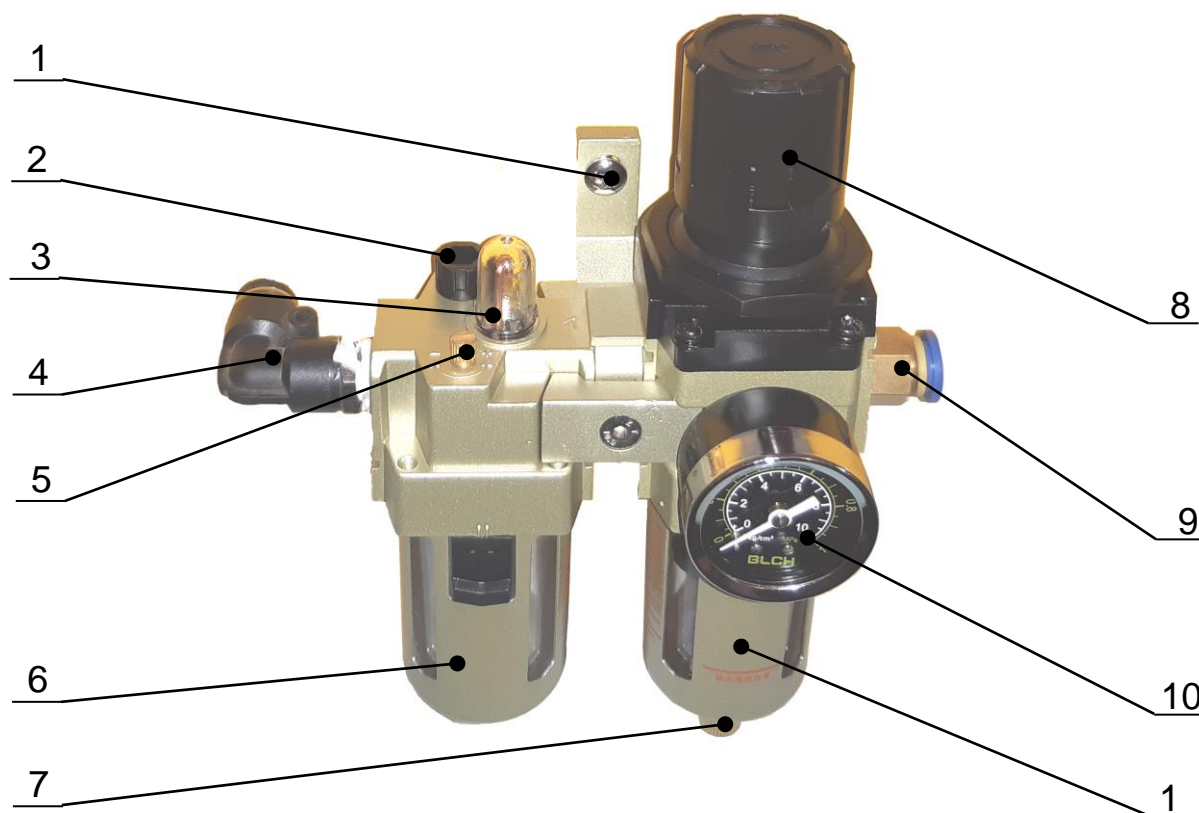

Рис. 2. Система воздухоподготовки
3. Пристыковать входной штуцер (поз. 9, рис. 2) к системе воздухоподготовки, используя специализированные уплотнительные нити или ленты (**не входят в комплект**);
4. Пристыковать выходной поворотный штуцер (поз. 4, рис. 2) к системе воздухоподготовки, используя специализированные уплотнительные нити или ленты (**не входят в комплект**);
8. Слегка повернуть рукоятку регулятора давления по часовой стрелке, обеспечив небольшую подачу воздуха в пневмомотор, достаточную для его вращения, после чего отрегулировать расход масла при помощи соответствующего регулятора (поз. 5, рис. 2);